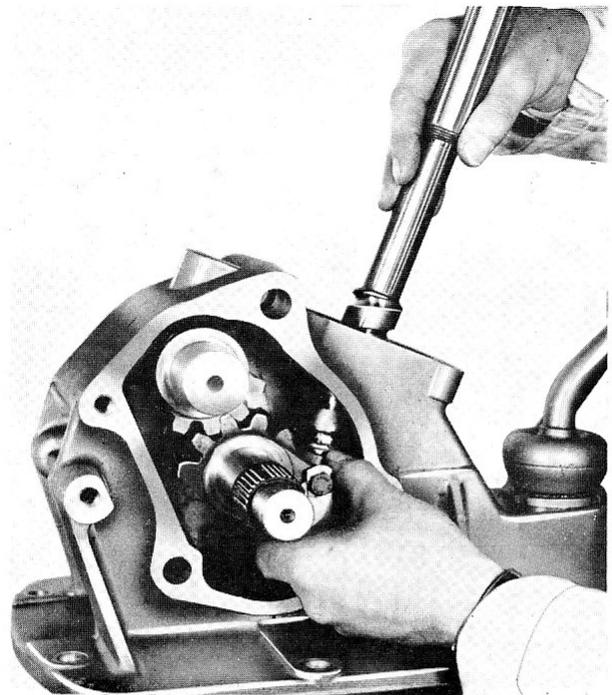

Fig. 9
- 6° Présenter l'arbre de commande de direction pour le visser dans l'écrou muni de ses billes, en opérant comme suit : En passant une main par l'orifice de flasque, maintenir l'écrou direction de façon à ce qu'il ne tourillonne pas autour de ses pivots, risquant ainsi de gêner l'engagement de la vis d'arbre dans le chemin de billes de l'écrou direction (fig. 9).